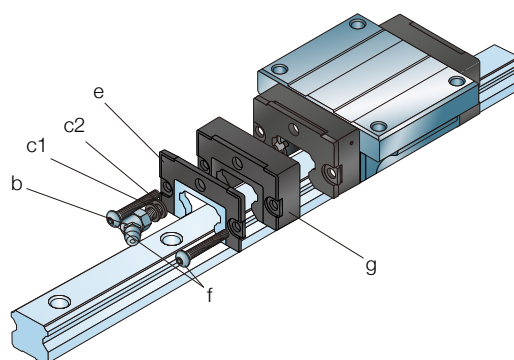

Abb. 31
1. Entfernen Sie den Schmiernippel (b) und die Unterlegscheiben (c1, c2) oder die Stellschraube (↳ Abb. 31)